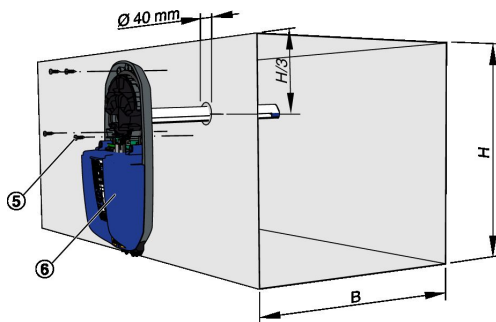

Abb. 12: Einbau RM-O-M in horizontaler Luftleitung
6. ▶ Rauchauslöseeinrichtung (Abb. 12/6) mit Schrauben (Abb. 12/5) an der Luftleitung befestigen.
4. ▶ Rauchauslöseeinrichtung (Abb. 12/2) mit Schrauben (Abb. 12/1) an der Luftleitung befestigen.